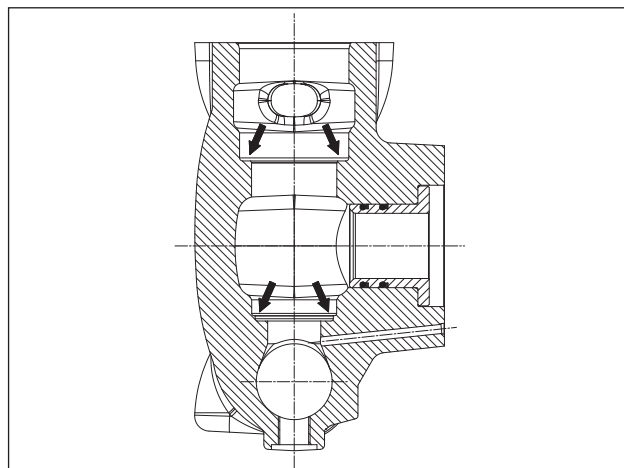

Fig. 113
Avant de replacer les groupes soupape, nettoyer et essuyer parfaitement leurs sièges respectifs ménagés dans la tête hydraulique et indiqués par les flèches (rep. ①, Fig. 113).